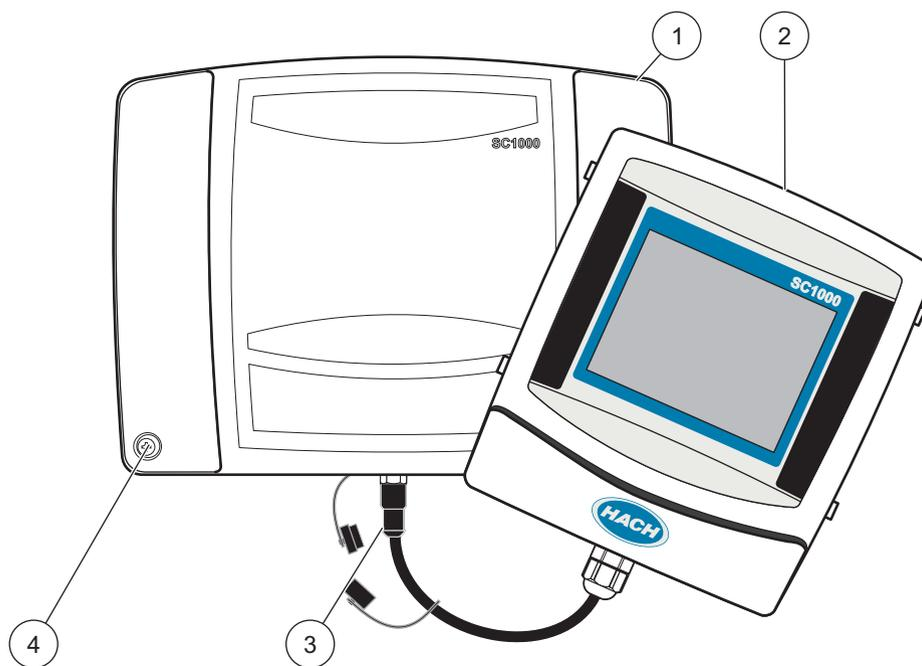

Figura 5 Remova o módulo de exibição e tampa do módulo da sonda
Remova o módulo de exibição antes de executar qualquer tarefa nos fios (Figura 5).
2. Remova o módulo de exibição do módulo da sonda (Figura 5).